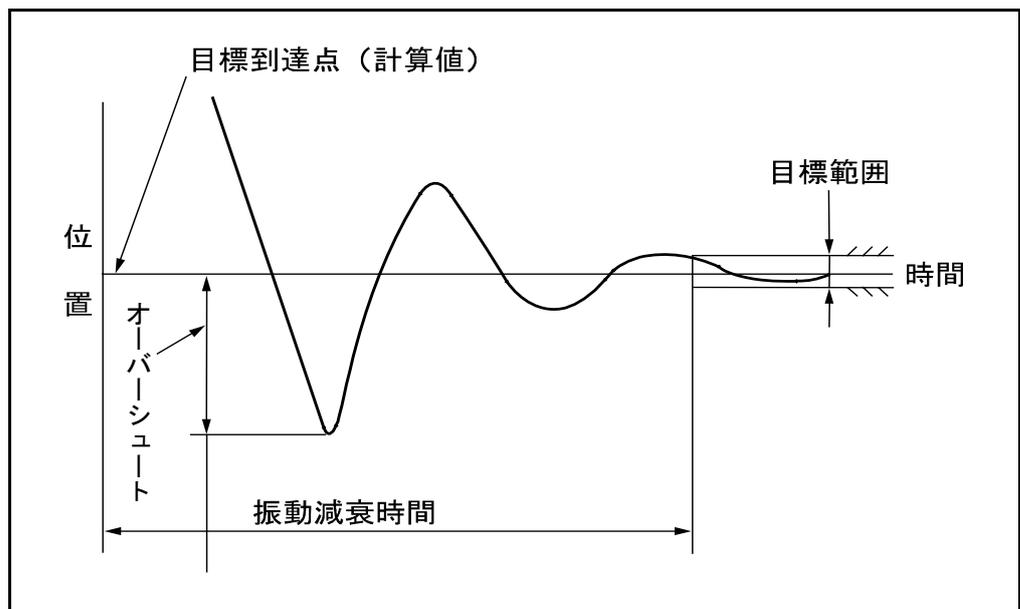

図2-5 振動減衰時間
3. アームを位置決め目標点に向かって動作させると目標到達点を越えたあと、図 2-5 のように振動が減衰し目標点に位置決めされます。この振動減衰時間はグラフに考慮されていません。
- 注意①：振動減衰時間は、ハンド等の重量に依存します。オーバーシュートや振動減衰時間が特に問題となるようなアームの使い方をする場合は、事前に十分テストを行ない確認をしてください。
- ②：アームの残留振動がおさまる前に加速を開始した場合、過電流エラー（ERROR6120番台『1桁目は軸番号を示す』）が表示されることがあります。この場合には次のいずれかの処置を行なってください。
- ③：負荷設定値はハンド質量・ワーク質量を十分確認のうえ最適な設定値で運転してください。設定値が不適切ですと、アームの故障原因となる場合があります。